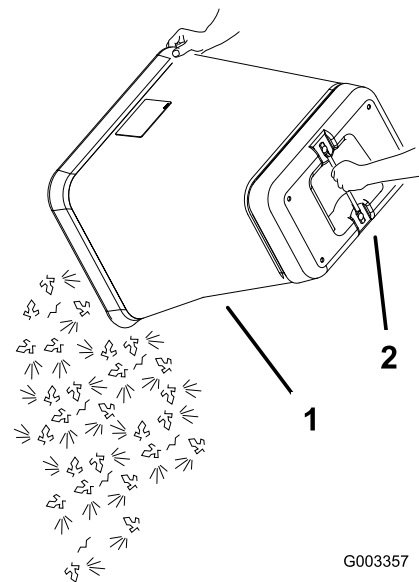

Figura 57
6. Afferrate la maniglia sotto il cesto e ribaltate il cesto per vuotarlo (Figura 57).